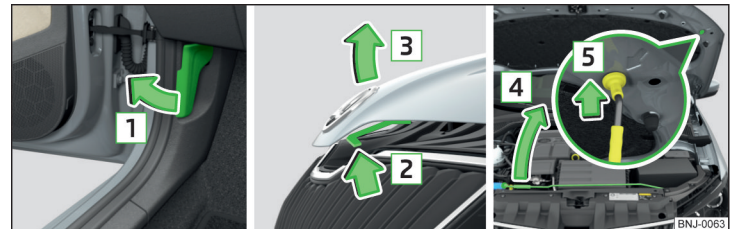

Abb. 246 Motorraumklappe öffnen
- Die Vordertür öffnen und am Entriegelungshebel unterhalb der Schalttafel in Pfeilrichtung **1** ziehen » Abb. 246.